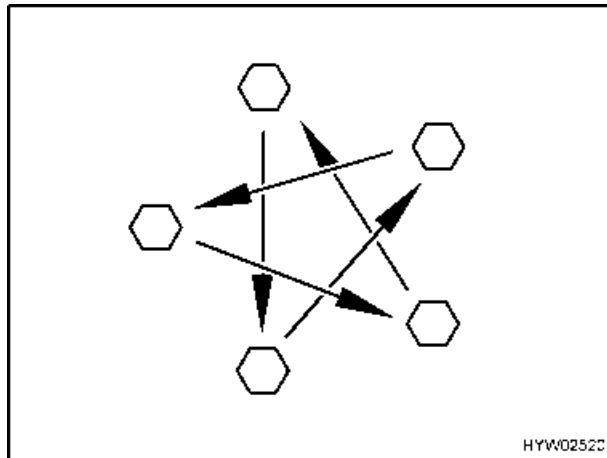

Fig. 86 Serrare a croce i dadi o i bulloni delle ruote
- Controllare regolarmente il serraggio dei dadi o dei bulloni. Regolare a croce (Fig. 86) il serraggio dei dadi o dei bulloni di una ruota sostituita dopo circa 50 km. Per il valore della coppia di serraggio consultare il paragrafo Coppia di serraggio.
- ▷ Serrare a croce i dadi o i bulloni delle ruote (Fig. 86). Per il valore della coppia di serraggio consultare il paragrafo Coppia di serraggio.